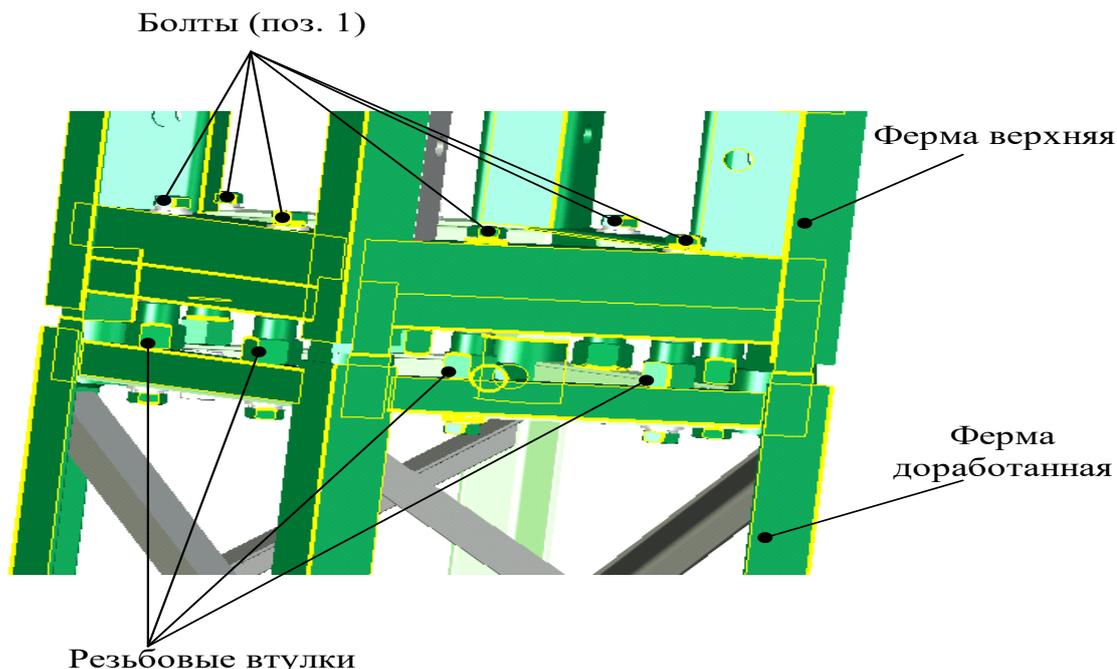

Рис. 8.6. Крепление верхней и доработанной ферм
- дополнительно скрепляется верхняя и доработанная фермы восьмью болтами М16-6gx110 36 019 (поз. 1, рис. 8.6) (работу проводят первый и второй номера расчета);